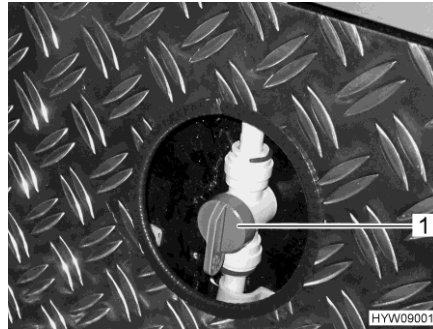

Bild 180 Vorlaufventile (Beheizung Heckgarage)
- Griff (Bild 180,1) am Vorlaufventil für die Heckgaragenheizung parallel zur Heizleitung stellen. Die Heckgaragenheizung arbeitet jetzt mit maximaler Leistung.
- Griff (Bild 180,1) am Vorlaufventil für die Heckgaragenheizung in beliebige Stellung stellen. Die Warmwasserverteilung zur Heckgarage kann auf diese Weise stufenlos eingestellt werden.
- Griff (Bild 180,1) am Vorlaufventil für die Heckgaragenheizung quer zur Heizleitung stellen. Die Heckgaragenheizung ist jetzt ausgeschaltet.